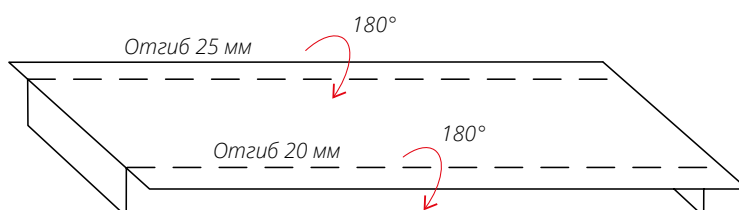

Рис. 11
- Нарращивание Панели под конек производится по технике прямых-обратных отгибов. Подготовьте для наращивания Панель под конек, как показано на *рис. 11*. Зацепите подготовленную Панель под конек с верхней планкой юбки, обработайте киянкой линию стыка, закрепите Панель к дополнительным доскам обрешетки саморезами 4,8*29.